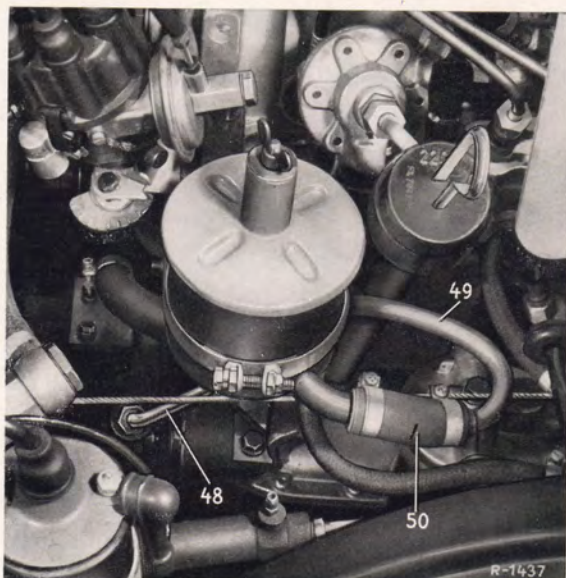

Bild 46-2/7
20. Vorratsbehälter mit Flansch (18) in den Träger einsetzen und mit der Spannschelle (21) am Träger befestigen (Bild 46-2/6).
21. Niederdruckschlauch (42) auf das Anschlußrohr am Vorratsbehälter und am Pumpenkörper aufstecken und mit den Schlauchschellen (43) befestigen.
22. Rohrkrümmer (45) in den Rücklaufstutzen der Servo-Lenkung einschrauben. Dann Niederdruckschlauch (46) auf den Rohrkrümmer (45) und beim Linkslenker auf das Anschlußrohr des Vorratsbehälters auf-